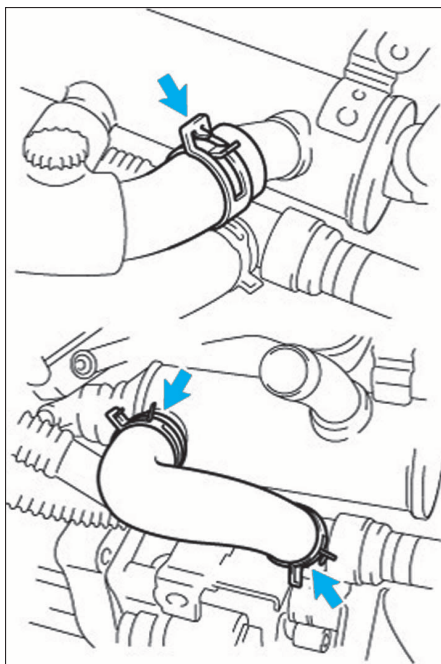

FIG. 33
- Déposer les durits du refroidisseur d'EGR (Fig.33).